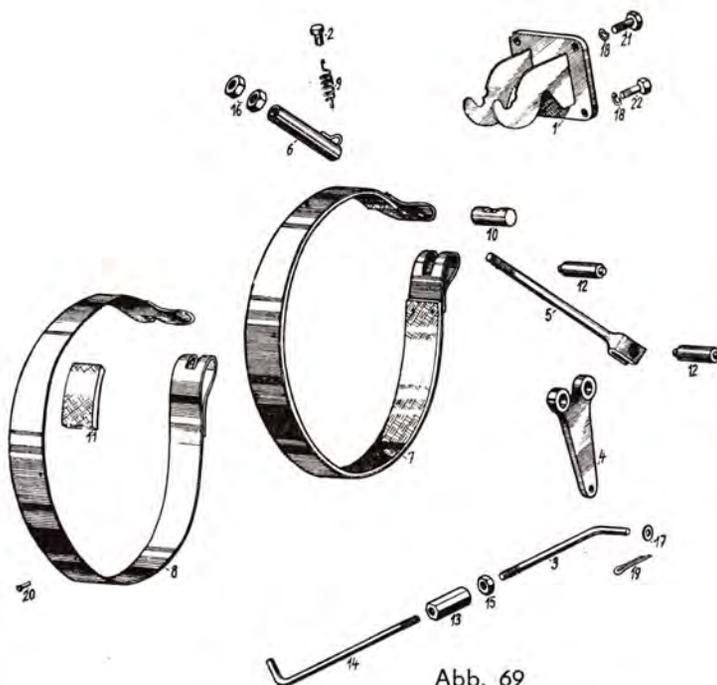

Abb. 69
1. Der Bolzen ist zu entsichern und aus der Gabel der Bremsstange (Abb. 69/14) herauszuziehen.
2. Die Feder ist herauszuziehen (Abb. 69/9).
3. Die Bandkonsole ist durch Ausschrauben von 4 Schrauben M 10 zu lockern (Abb. 69/21, 22).
6. Die Mutter M 12 der Stellschraube ist auszuschrauben und die Feder herauszunehmen (Abb. 69/9).
9. Schliesslich sind aus dem Getriebegehäuse die Bremshebel (Abb. 69/4) herauszuziehen.